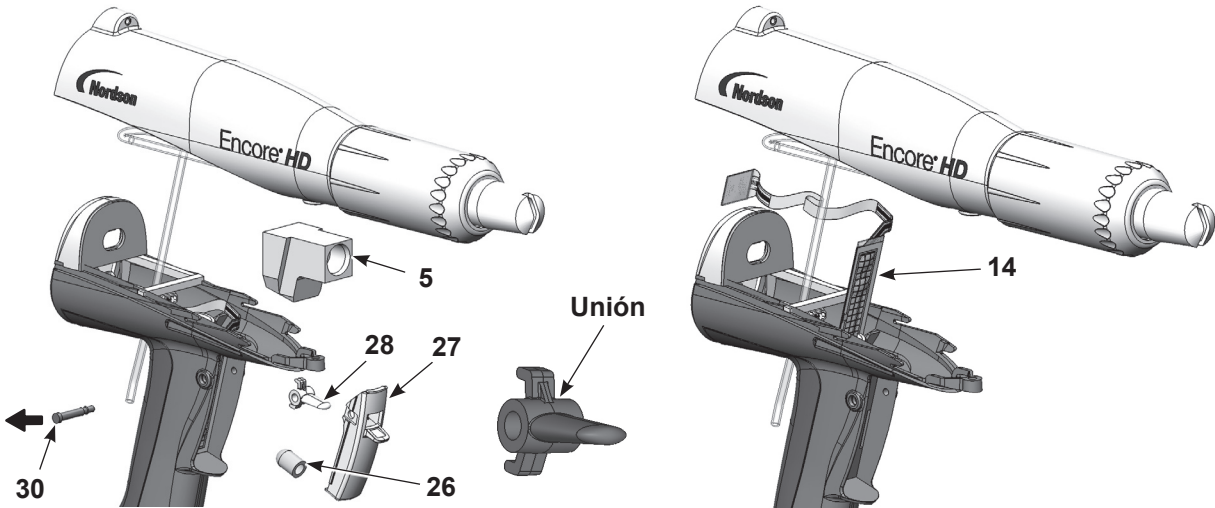

Figura 17 Sustitución del interruptor de activador
1. Ver la Figura 17. Orientar el nuevo interruptor (14) con la rejilla mirando hacia el frente de la pistola, posteriormente alimentar con cuidado el cuadrado, el extremo inferior a través de la ranura en la empuñadura.
4. Instalar el activador de purga (28) en el activador de aplicación (27) con la unión orientada hacia arriba, tal y como se muestra. **No instalar el activador de purga boca abajo.**
5. Ubicar los activadores en la empuñadura y mantenerlos en su sitio mientras se presiona el eje (30) a través de la empuñadura y los activadores hasta que la cabeza del eje esté alineada con la empuñadura. El eje no se fijará en el lugar cuando esté correctamente instalado.